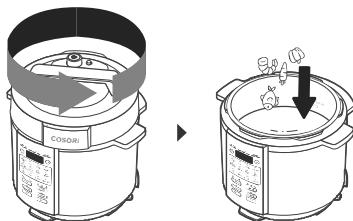

Figura 6.1
1. Gire la tapa en sentido contrario a las agujas del reloj y levántela para retirarla. **No** utilice la tapa de la olla a presión cuando utilice la función de cocción **SALTEAR**. [Figura 6.1]